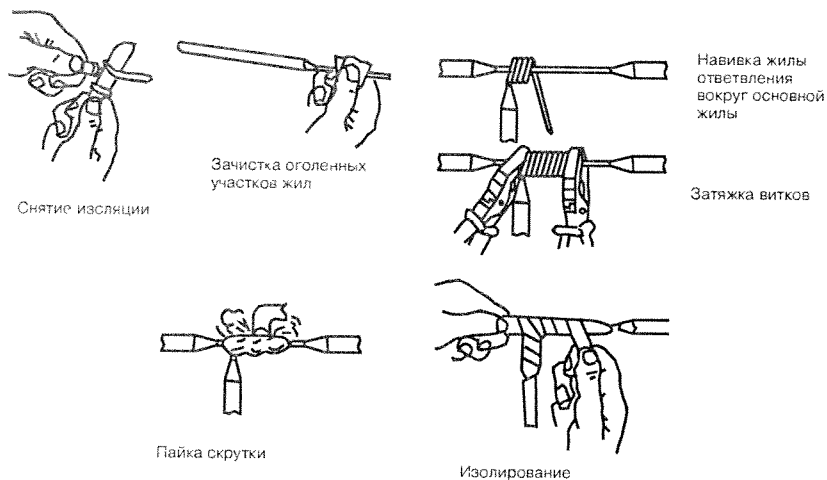

Рис. 25.10. Ответвление от провода с медной однопроволочной жилой
1. Снимите изоляцию на том участке, где будет выполняться ответвление, а также с конца проводника, который будет отходить, зачистите жилу наждачной бумагой до металлического блеска (рис. 25.10).